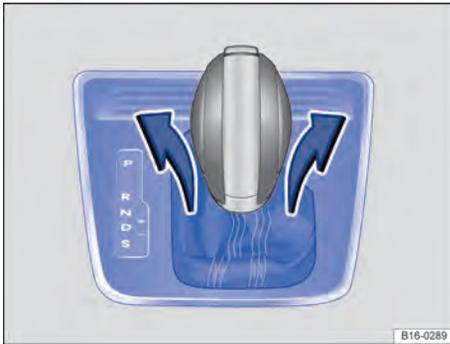

Fig. 231 Desinstalar a cobertura do quadro da alavanca seletora.
- Puxar cuidadosamente para cima a cobertura na região da guarnição da alavanca seletora com os cabos elétricos conectados \Rightarrow Fig. 231.